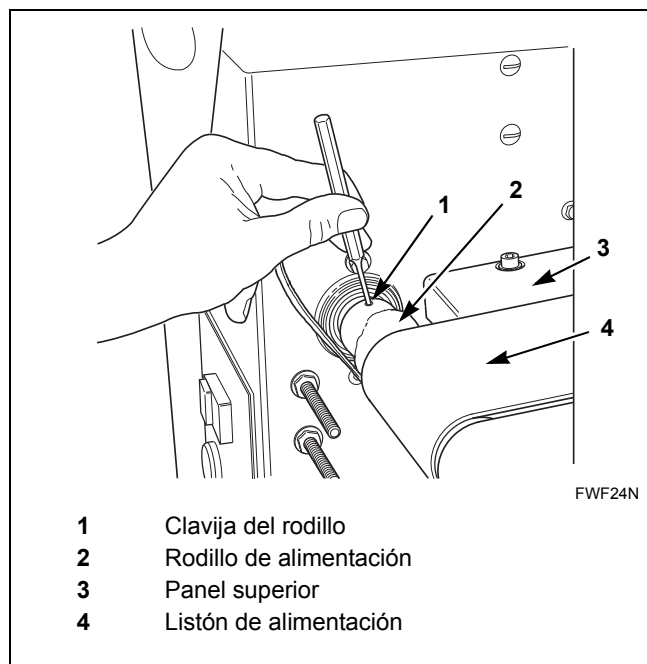

Figura 25
4. Con un golpe en el centro, saque totalmente la clavija del rodillo de alimentación. Consulte la *Figura 25*.